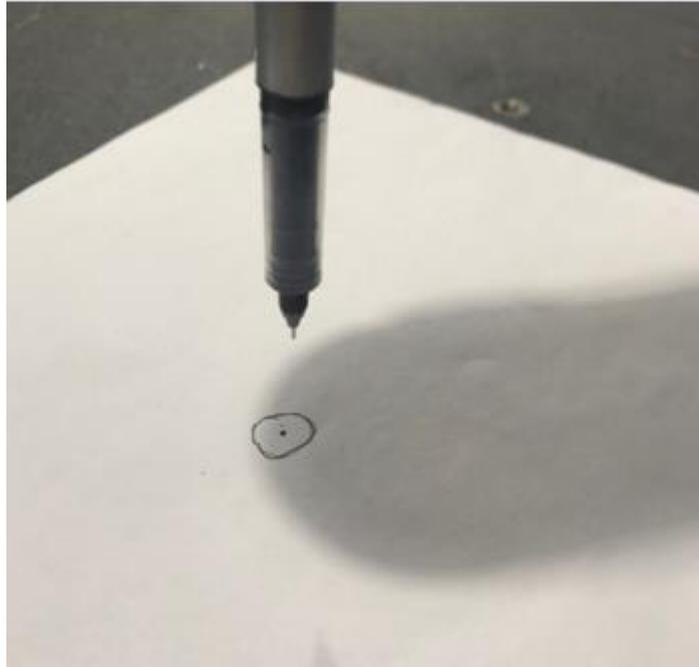

图 7.18 标定参考点
- 请自行准备A4纸张,并用画一个小黑点记为标定参考点,如图 7.18所示。